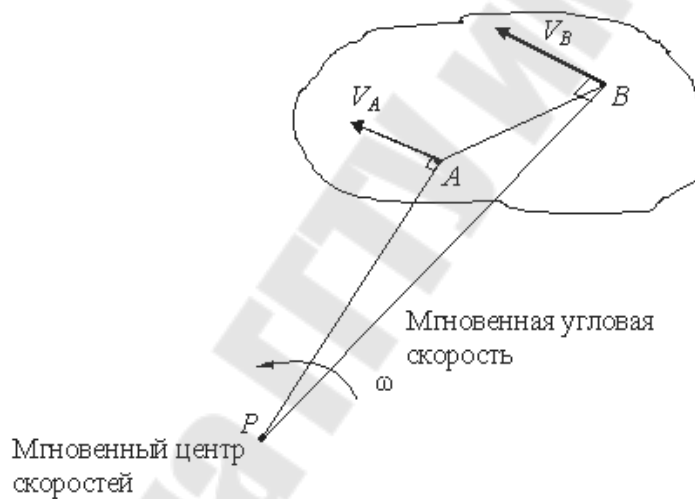

Рис. 25
27. Движение плоской фигуры можно представить суммой элементарных вращательных движений относительно точки, называемой мгновенным центром скоростей (вращения), так как её положение постоянно изменяется (рис. 25–26).
28. Поскольку вращательные скорости перпендикулярны к радиусам траекторий точек, то мгновенный центр скоростей плоской фигуры находится в точке пересечения перпендикуляров, восстановленных к скоростям в движущихся точках (рис. 25).